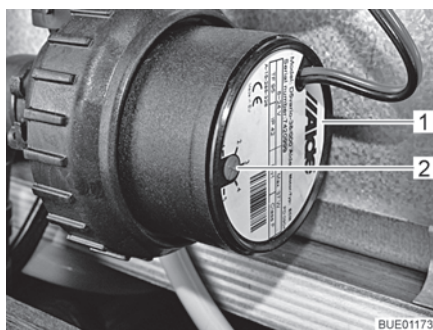

Fig. 138 Riduzione del numero di giri
Con il pomello girevole (Fig. 138,2) è possibile impostare il numero di giri della pompa di circolazione. A un numero di giri ridotto i rumori prodotti dal funzionamento della pompa si riducono.
Il pomello girevole si trova sulla pompa di circolazione (Fig. 138,1).
- Ruotare il pomello girevole (Fig. 138,2) in senso antiorario. La potenza diminuisce.